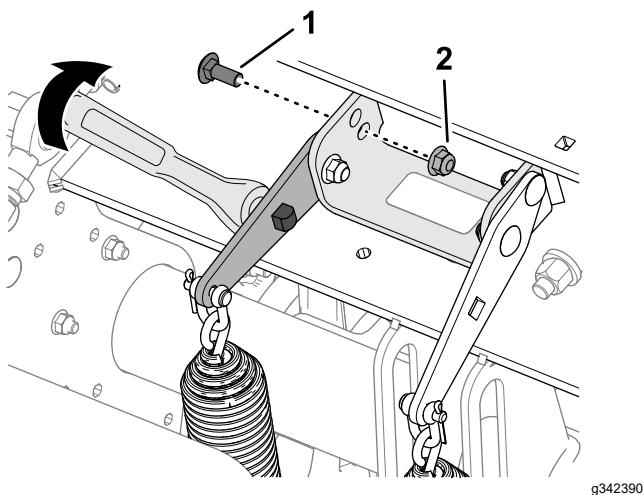

Figura 119
4. Inserte una llave de carraca de $\frac{1}{2}$ " o una llave de extensión en el orificio cuadrado de la placa de tensión del muelle (Figura 119).